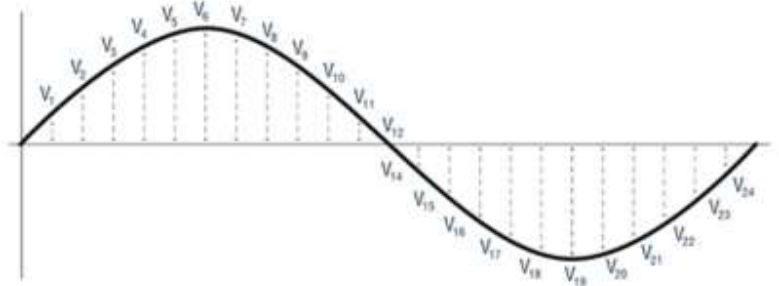

Figura 1: i semicicli positivi e negativi di una forma d'onda CA sono divisi in molte parti, ciascuna abbastanza piccola da rappresentare una tensione costante.
- Dividere un ciclo (cioè un mezzo ciclo positivo e un mezzo ciclo negativo) della forma d'onda CA in molte parti, ciascuna abbastanza piccola da rappresentare una tensione costante durante il periodo di tempo. Vedere Figura 1.